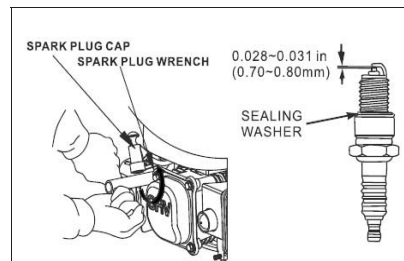

Abb. 11
4. Messen Sie den Elektrodenabstand mit einem geeigneten Messgerät. Der korrekte Abstand beträgt 0,028 - 0,031 Zoll (0,70 - 0,80 mm). Falls Einstellungen erforderlich sind, korrigieren Sie den Abstand, indem Sie vorsichtig die Elektrodenseite biegen (Abb. 11).